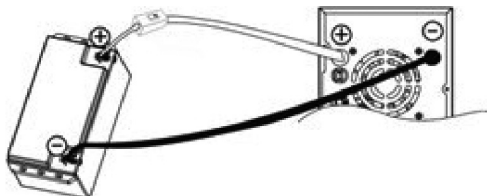
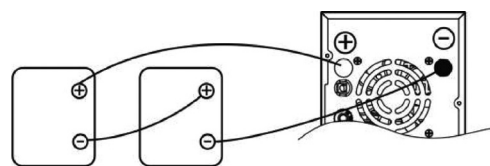

Рисунок 1. Подключение модели 1000 LI
Рисунок 2. Подключение модели 2000 LI
1.) Подключение аккумуляторной батареи (см. Рисунок 1 и Рисунок 2):